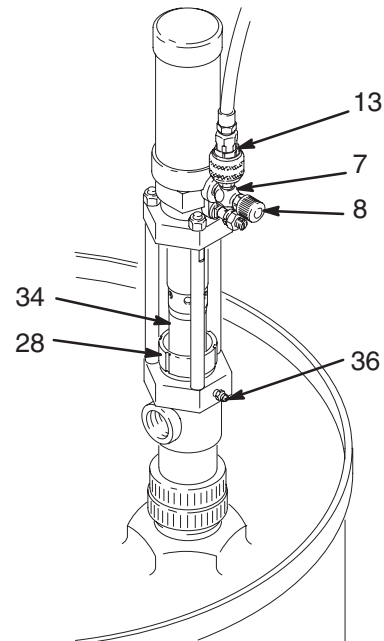
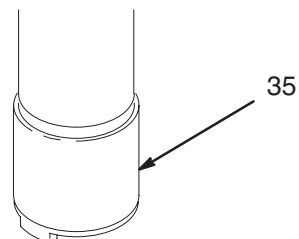

Fig. 4
Fig. 5
Koble fra luftledningens koblingsstykke (13) når systemet skal stanses. Se Fig. 4.
1. Sett 14,6 oz. kassetten (16) med IPL i en standard fettsprøyte.
2. Når systemet stanses på slutten av arbeidsdagen, skal pumpen stoppes med stangen (34) i den nederste stillingen. Smør deretter pakningene godt med IPL gjennom smøringsanordningen (36). Riktig smøring forhindrer at pumpen låser seg. Se Fig. 4.
3. Tørk av all overflødig og skitten IPL øverst på pakkmutteren (28) og stempelstangen (34).
Hvis lufttilførselen er tørr, må luftmotoren oljes regelmessig. For manuell smøring, slå av lufttilførselen, ha ca. 15 dråper med tynn motorolje i luftinntaket (7), sett på slangen igjen og slå på lufttilførselen. Se Fig. 4.
4. Åpne luftventilen (8) eller regulatoren for å starte pumpen. La pumpen gå sakte i minst 5 minutter.
7. Press inntaksventilens (35) tilbakeslagsplate opp for å tømme den nederste delen av pumpen. Se Fig. 5.
Undersøk pakkmutteren (28) regelmessig for å se hvor stramt den sitter. Den skal være stram nok til å forhindre lekkasje, men ikke strammere. Se Fig. 4. Hvis en lekkasje ikke kan stoppes, må pakningene skiftes ut for å unngå at de kommer i kontakt med væsken som blir pumpet.